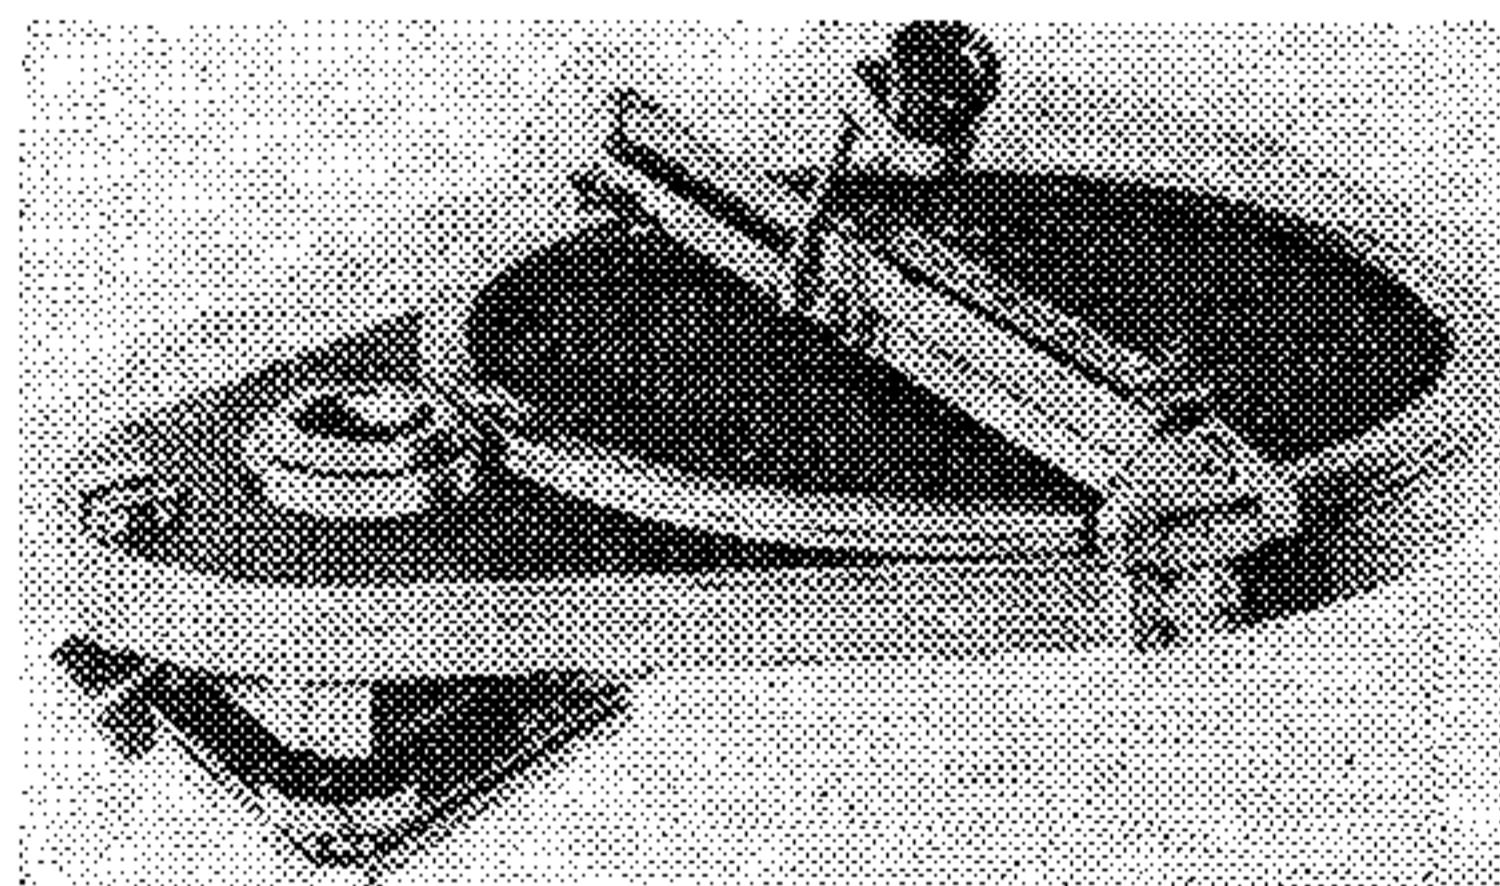

Рис. 25. Картографический столик Karti
4.10. Картографический столик Karti (рис. 25) в комплекте с тахеометрами Dahlta 010A, Redta 002, BRT 006 и теодолитами Theo 020A и Theo 030A предназначен для выполнения съемочных работ с составлением топографического плана в процессе полевых измерений.